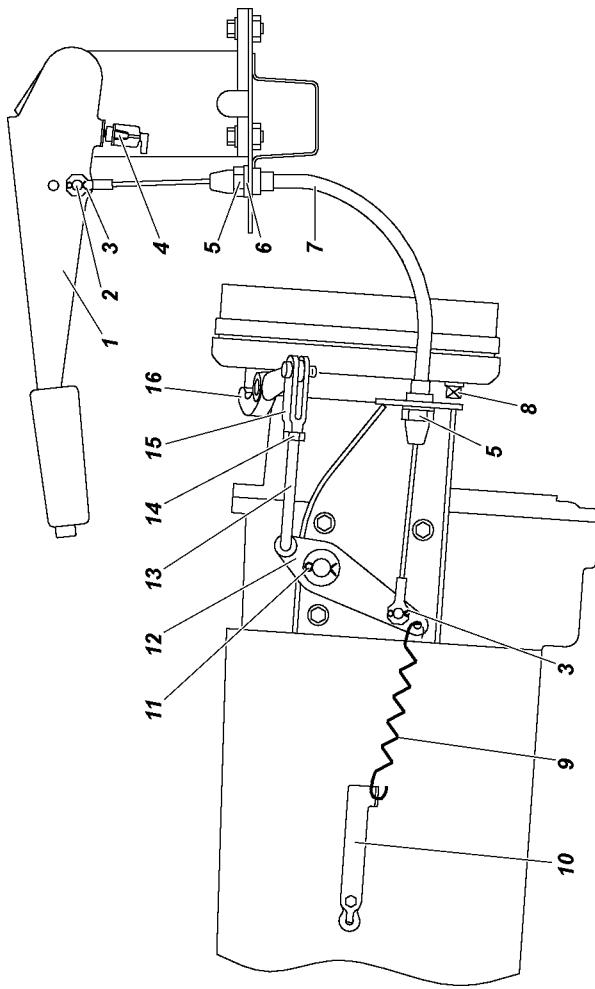

Рис. 9.26.
2. Переместите рычаг стояночного тормоза 1 (рис. 9.26) в крайнее нижнее положение.